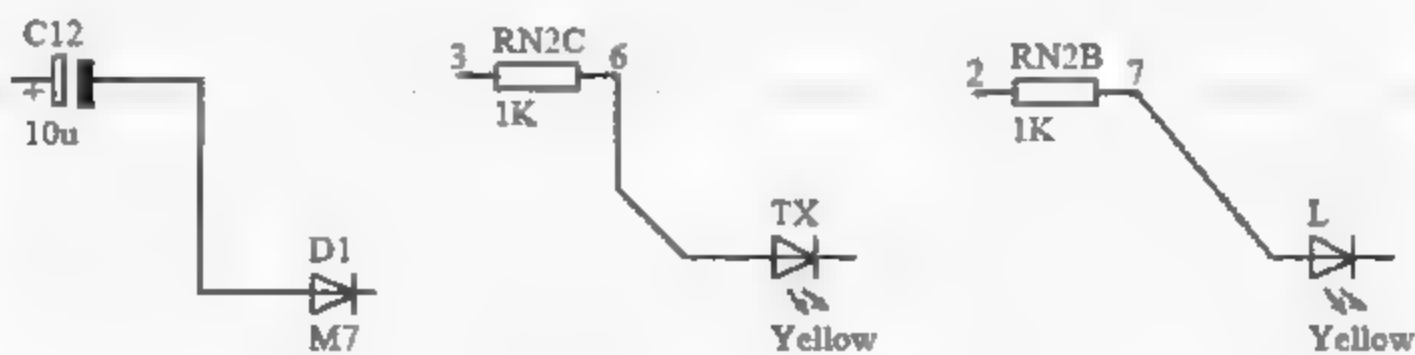

图 4-23 导线的 3 种转折模式
(1) 将光标移到要绘制导线的起点(建议用户把电气栅格打开,按快捷键 Shift+E 可打开或关闭电气栅格)。若导线的起点是元器件的管脚,当光标靠近元器件管脚时,光标会自动吸附到元器件的管脚上,同时出现一个红色的×(表示电气连接的意思)。单击鼠标左键确定导线起点。
(2) 将光标移到导线折点或终点,在导线折点或终点处单击鼠标左键确定导线的位置。每折一次都要单击鼠标左键一次。导线转折时,可以通过按 Shift + 空格键来切换导线转折的模式。如图 4-23 所示为导线的 3 种转折模式。